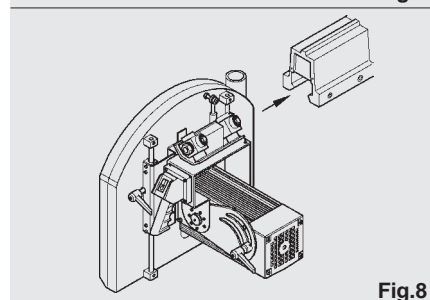

Fig.8
- Steek de eenheid Wagen-Vork-Motor in de geleiders, voorkom stoten om de afstellingen van de lagers niet te verstoren (zie fig. 8), aangezien deze zijn uitgevoerd in onze fabriek.